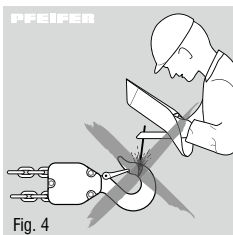

Fig. 4
- Sono vietati i lavori di saldatura sui ganci e sulla catena portante. La catena portante non deve essere utilizzata per la messa a terra nel corso di operazioni di saldatura (fig. 4).